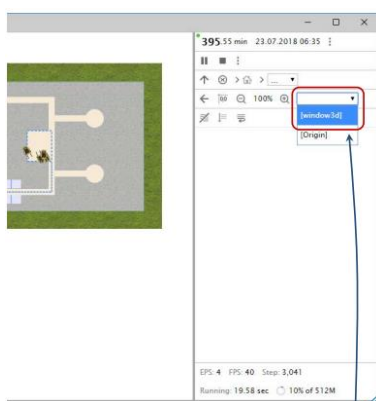

Рисунок 12.3 – Перехід до панелі розробника
5. Запустіть модель. Коли ви створюєте 3D-вікно, *AnyLogic* додає область перегляду, яка дозволяє легко переходити до 3D-виду під час виконання. Щоб перейти на цей 3D-вид, клацніть на крайньому правому елементі керування *Toggle Developer panel*, а потім виберіть [*window3d*] в області вибору перегляду для навігації списком. Зона перегляду розширює тривимірне вікно до повного розміру вікна моделі (рис. 12.3).